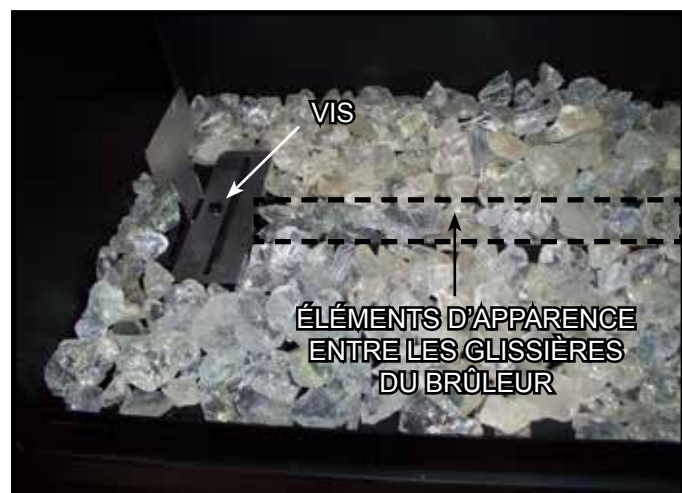

Figure 4. Support de placement des éléments d'apparence en place
- Disposer une couche uniforme d'éléments d'apparence autour du plateau, montré à la figure 4. La figure trois présente le détail des glissières de brûleur et de la zone devant l'ensemble de la veilleuse.
- Disposer les éléments d'apparence ronds mis de côté à l'étape 1, sur le protecteur de la veilleuse et les zones non couvertes en retirant le support de placement des éléments d'apparence. Voir la figure 4.